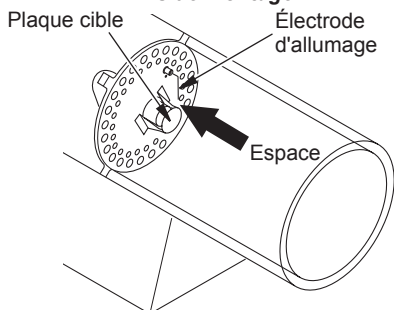

Figure 16 - Espace entre l'électrode d'allumage et la plaque
7. Assurez-vous que l'espace entre l'électrode d'allumage et la plaque est de 4,3 mm (0,17 po) (voir figure 16).